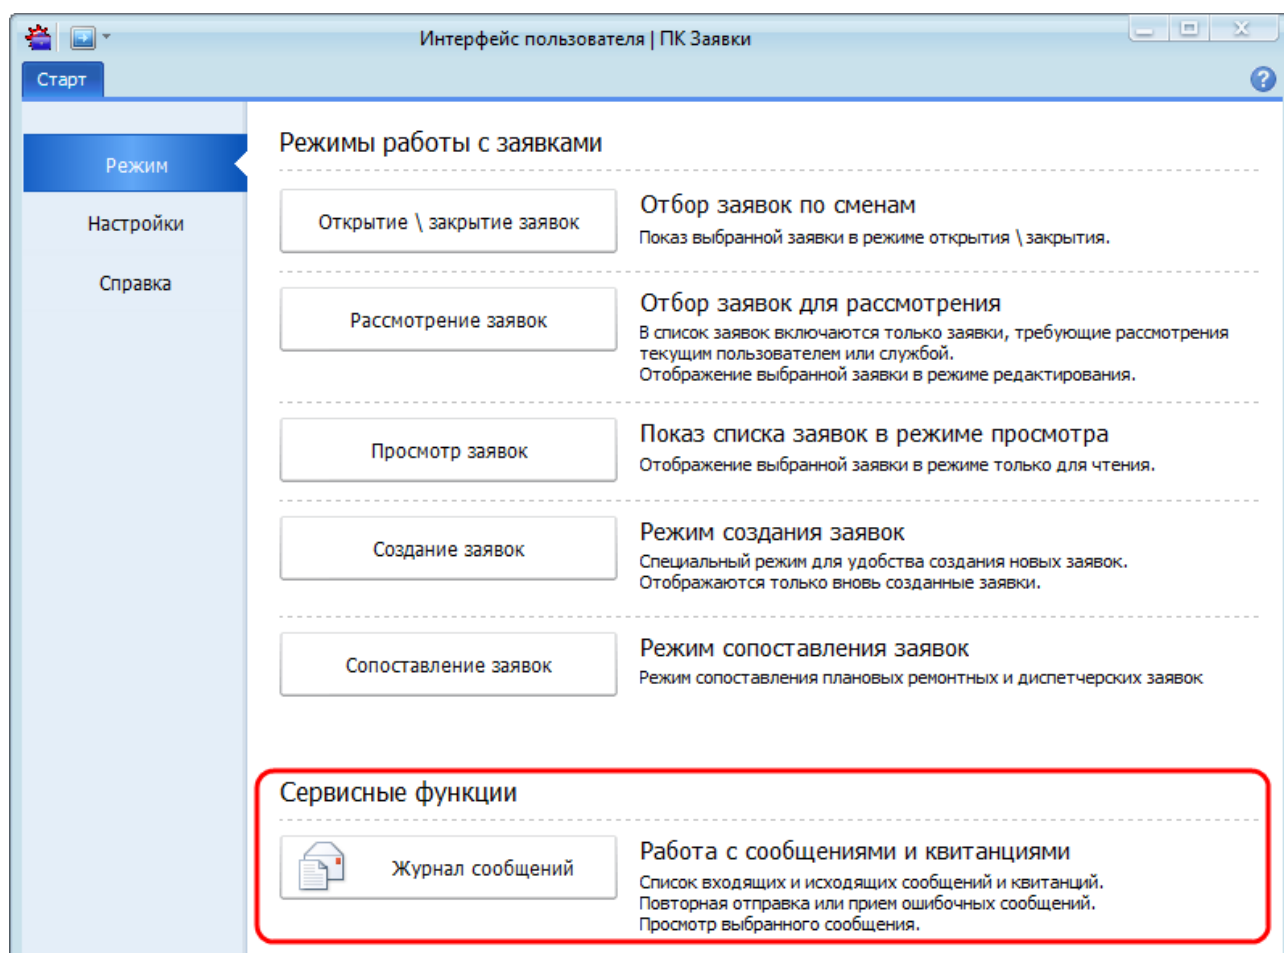

Рисунок 15.1 – Переход к журналу сообщений из главного меню
- в главном меню приложения выбрать пункт «Режим» и нажать на кнопку «Журнал сообщений» (см. раздел «7.3 Главное меню приложения») (Рисунок 15.1);